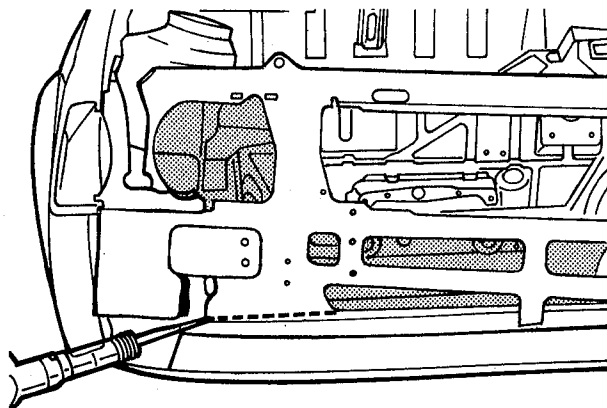

fig. 49
12. Cortar o painel dianteiro na união com a saia do pára-lama, placa de montagem do pára-choque, travessa e pára-lama dianteiro (fig. 49)